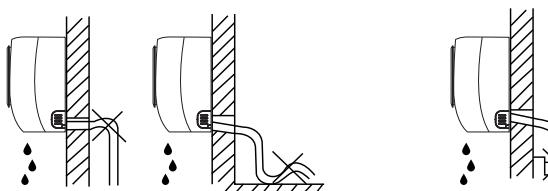

Рис. 5
Определите положение отверстия для трубопровода согласно схеме и отметкам на монтажной пластине. Просверлите одно отверстие \varnothing 65 мм с небольшим уклоном в сторону улицы (рис. 5).
- Проведите дренажный шланг с уклоном наружу. Не допускайте ошибок, показанных на рис. 5.